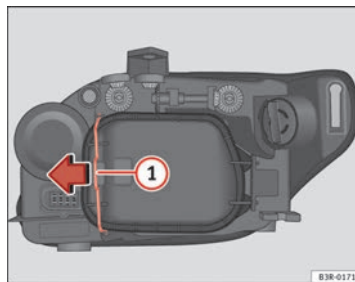

Abb. 209 Standlicht
- Den Spanner → Abb. 209 ① in Pfeilrichtung bewegen und den Deckel abnehmen, indem zuerst die Seite des Spanners und danach die beiden Laschen des anderen Endes des Deckels abgenommen werden.